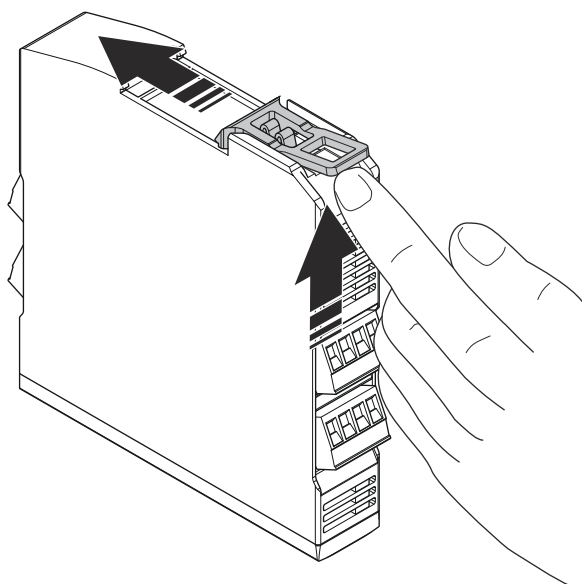

Abbildung 60: Verriegelung der DIN-Schiene zurückstellen.
1. sorgen Sie dafür, dass die Verriegelung der DIN-Schiene zurückgestellt wird, siehe **Abbildung 60**.
4. Ziehen Sie die Unterseite von der Verriegelung der DIN-Schiene des Sicherheitsrelais ab und drücken Sie es nach oben bis zu seiner ursprünglichen Position. Siehe **Abbildung 60**.